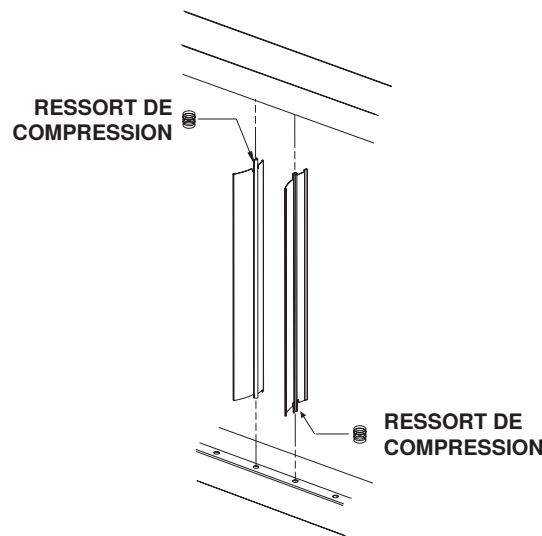

Figure 4. Installation de persiennes
(2) Avec la lame de persienne la plus large orientée vers l'échangeur de chaleur, poussez la languette avec le ressort de compression dans le trou du cadre de persienne supérieur ou inférieur (voir Figure 4)—le ressort se comprime. Insérez la languette située à l'autre bout de la persienne dans le cadre du volet opposé. Pour un flux d'air vers la gauche, compressez le ressort dans le cadre de la persienne supérieure. Pour un débit d'air correct, compressez le ressort dans le cadre de la persienne inférieur.
(3) Installez toutes les persiennes restantes conformément aux étapes 7a(1) et 7a(2).